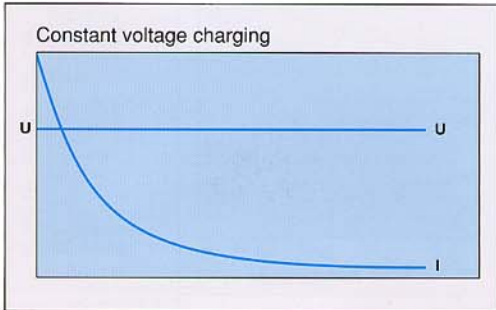

Fig. 6 :
*Constant Voltage Charging (Fig. 6)*